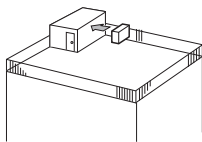

Fig. 2-3
- ① Поставете изхода за въздух с лице към най-близката стена на разстояние 35 cm от стената. (Fig. 2-3)